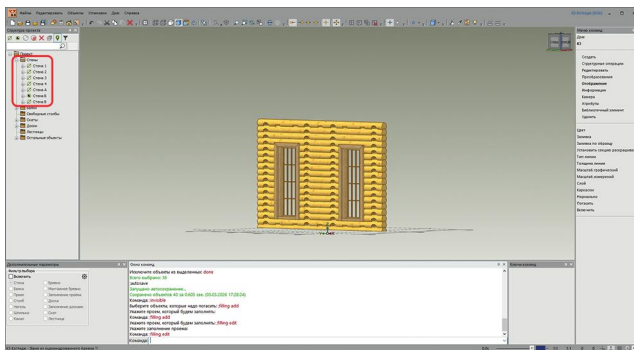

рис. 99
Заполним левый проём стены так же, как до этого заполняли правый, или можно воспользоваться командой **Проем/Заполнения/Дублировать**. По окончании работы нажмите **Esc**. Итог на рис. 99.
4. Теперь нам нужно «погасить» **стену Б** и включить следующую стену, в которой есть проёмы под дверь, — **стену 3**. Для разнообразия сделаем это не с помощью команды **КЗ/Отображение/Погасить**, а другим способом — через *структуру проекта* в левой части экрана (см. рис. 14, стр. 9). В дереве объектов разверните узел **Стены**, если он не был развёрнут изначально (выделена на рис. 99). Для этого нажмите на плюсики рядом с ним.